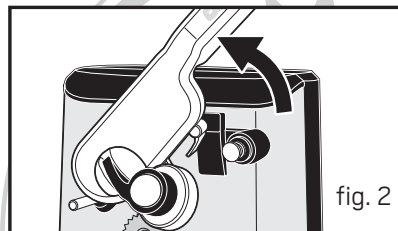

fig. 2
4. Levez le levier de commande. Consultez la figure 2.